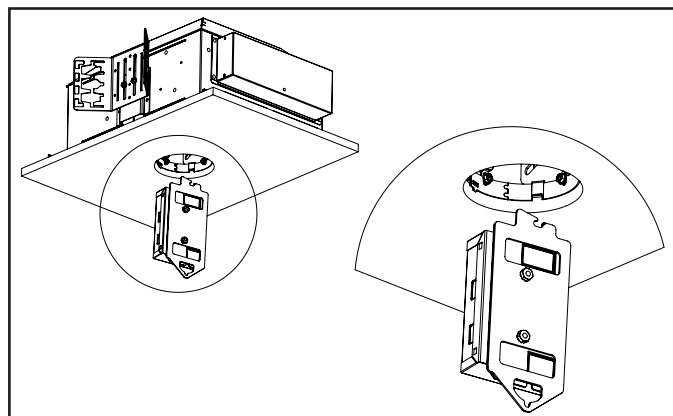

Figure 24.
9. Tirez doucement le pilote hors du plafond en tenant compte que les fils d'alimentation électriques et de gradation suivront par l'ouverture (consultez la Figure 24).